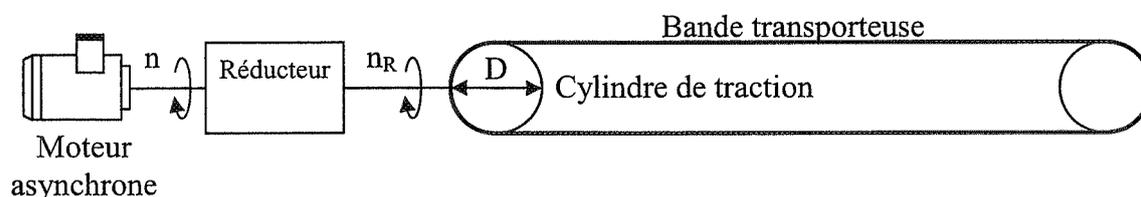

Figure 2
La motorisation de la bande assurée, par un moto-réducteur, est représentée sur la figure 2.
2.1. Compléter l'arbre des puissances représenté sur la figure 2 du document réponse 1 en précisant clairement la nature des différentes puissances et pertes du moteur asynchrone.